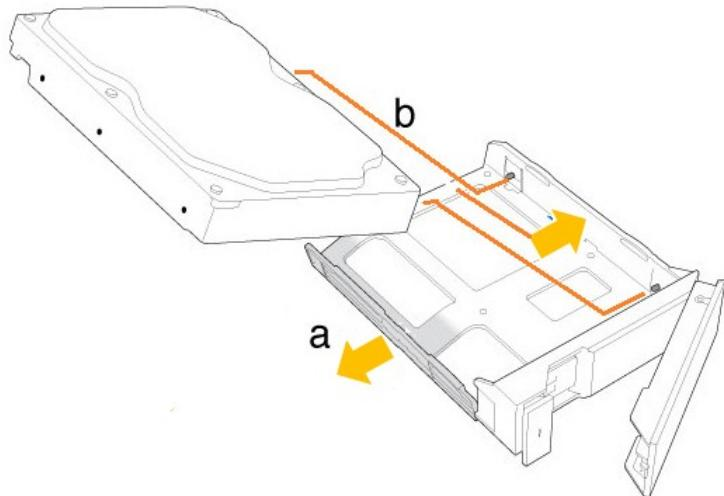

Рисунок 94 - Закрепите жесткий диск в лотке двумя штырьками
- 1) Чтобы установить жесткий диск в пустой лоток, осторожно отодвните левый край и закрепите жесткий диск двумя расположеными справа штырьками (Рисунок 94).